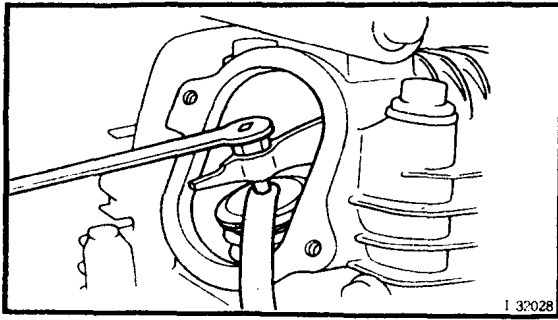

图 1-8
(1) 气门调整工具见图 1-8 (90890-01311)。